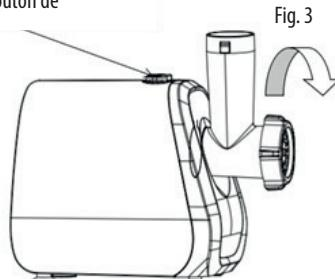

Fig. 3
7. Une fois l'affûtage terminé, débranchez l'appareil de la prise électrique. Pour démonter l'appareil : Appuyez sur le bouton de déverrouillage avec le pouce de la main gauche (voir flèche 1 sur la fig. 3), tournez la partie cylindrique dans le sens des aiguilles d'une montre et retirez-la du boîtier de l'appareil (voir flèche 2 sur la fig. 3).